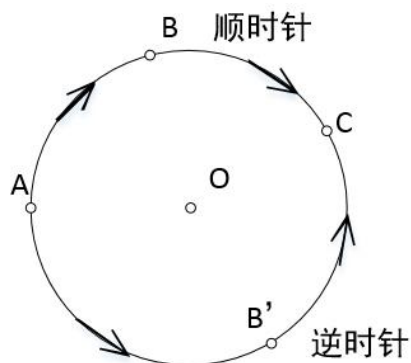

图 8.3 圆心终点圆弧插补模式
2) Circle_Mode=1, 表示圆心与终点模式的圆弧, 如图 8.3 所示。